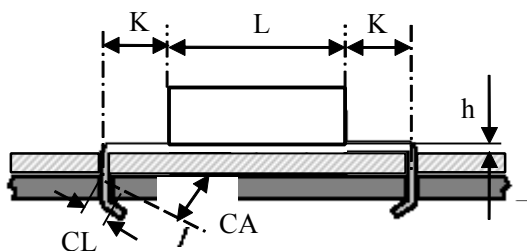

图 11a
3.6.1 卧插元件：其在印制板上的切脚形状如图 11a 所示，其中 $CL=2.0\pm0.5\text{mm}$ ， $CA=25\pm10^\circ$ ， $h\approx0.1\text{mm}$ 。